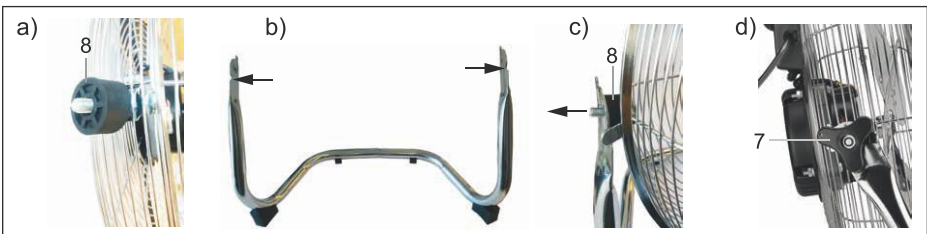

Fig.44: Beschermroosterkorf in de standaard plaatsen
9. Schuif telkens een afstandhouder (8) op de schroefophangingen rechts en links op het beschermrooster van de ventilator, afb. 44 a).
10. Schuif de ventilator met de schroefophangingen en de afstandhouders in de standaard, afb. 44 b) en c).
11. Fixeer de korf met de driehoekige handmoeren, afb. 44 d).